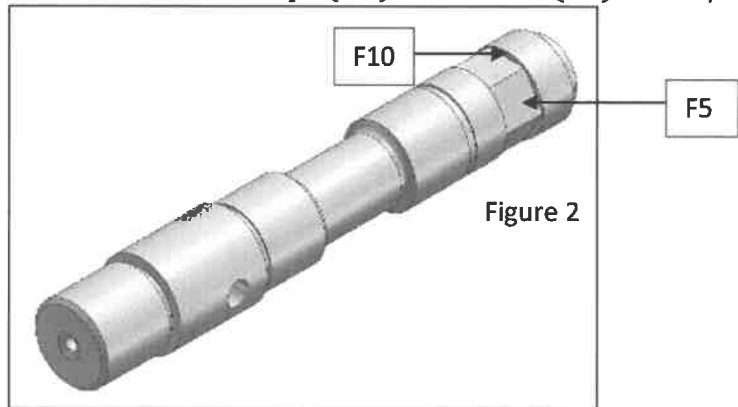

Figure 2
3. Compléter le tableau suivant par le mode de fraisage utilisé pour obtenir F5 et F10 (figure 2), en cochant (X) la bonne réponse : /1pt